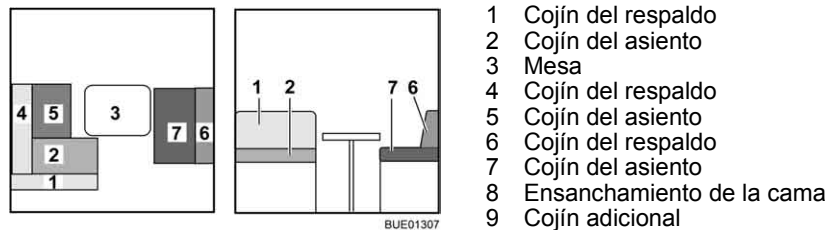

Fig. 153 Antes de la transformación
- Transformar la mesa (Fig. 153,3) en base de cama (véase apartado 6.11).
- Quitar el cojín del respaldo (Fig. 153,1) y ponerlo a un lado.